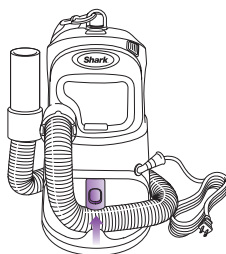

Fig. 18
- 2 Enroulez le boyau flexible autour de la base de l'aspirateur et accrochez l'extrémité du boyau dans le dock pour boyau. (fig. 18) Pour libérer le boyau, appuyez sur le bouton de rangement pour boyau.